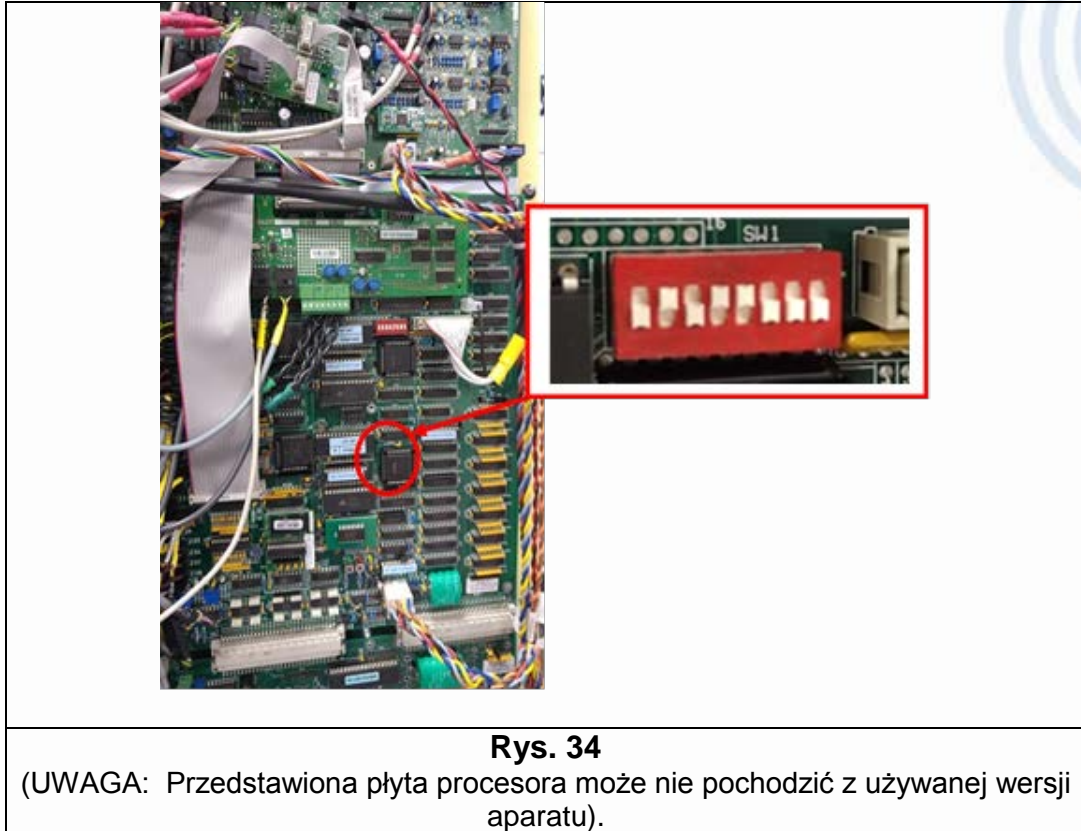

Rys. 32
34. Jeśli jeszcze tego nie zrobiono, podłączyć przewód AN28 do obwodu analogowego (rys. 32).